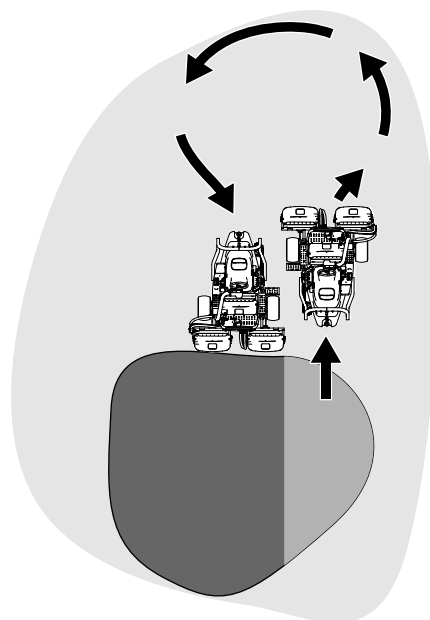

図 24
6. Uターンするとき、一旦反対側にハンドルを切ってから旋回すると、楽に、しかも効率良く回ることができて次の列そろえが楽になります。反対側に軽く振ってから旋回すると雨だれ形の旋回 **図 24** になって、スムーズに次の列に入ることができます。